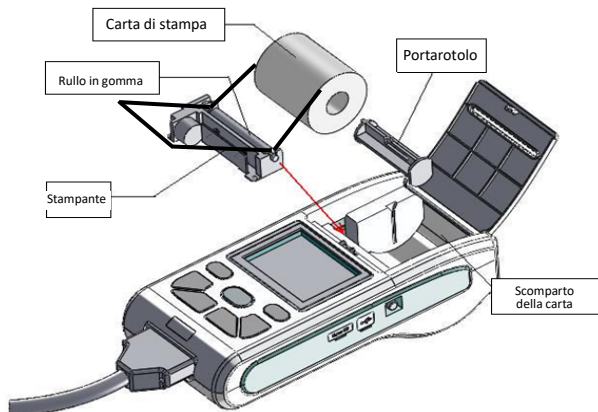

Figura 6-1 Installazione della carta di stampa
1. Come mostrato nella Figura 6-1, premendo il coperchio dello scomparto carta questo si solleverà automaticamente. Estrarre il portarotolo e inserirlo nel nuovo rotolo di carta di stampa come mostrato nella figura. Posizionare il rotolo della carta di modo che il lato con le griglie sia rivolto verso il basso, quindi installarlo nella posizione corrispondente all'interno dello scomparto della carta; premere il rullo di gomma in modo che aderisca alla carta di stampa.